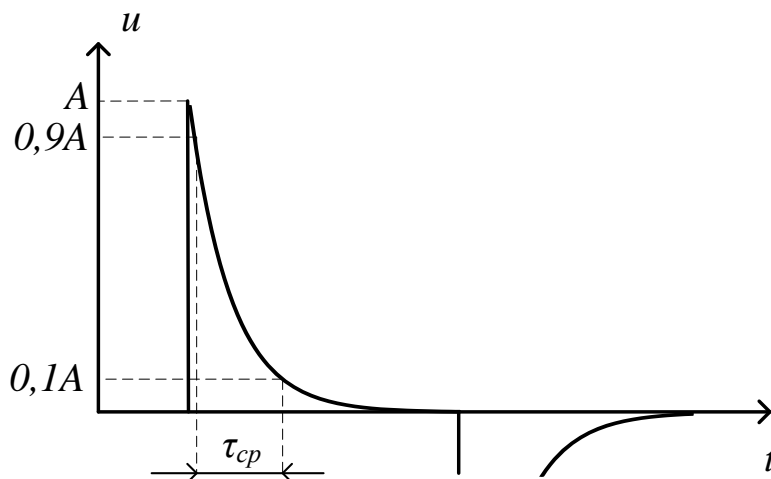

Рис. 7.7. Измерение длительности среза импульса на катушке индуктивности RL -цепи
2.1. Поменяйте местами катушку индуктивности L и резистор R в схеме, приведенной на рис. 7.5. В данном задании переходным процессом будет разряд катушки индуктивности на резистор, поэтому в нем проводятся измерения параметров не фронта, а *среза* импульса (рис.7.7).